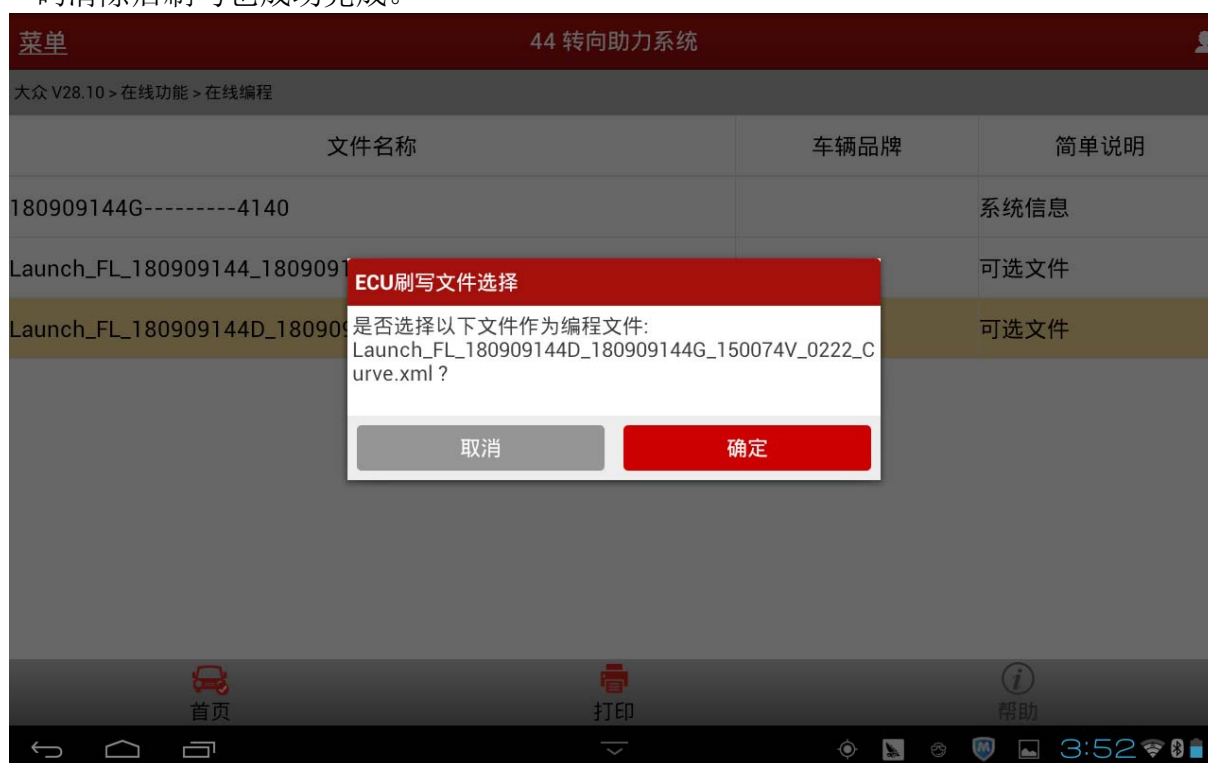

图 9
11). 接下来执行【刷新助力特性曲线】，点击确定后在显示的文件中选择任意一个来进行，需要下载文件，如图 9。下载完成后就开始进行 ECU 刷写，刷写过程中会进行清码，故障码清除后刷写也成功完成。